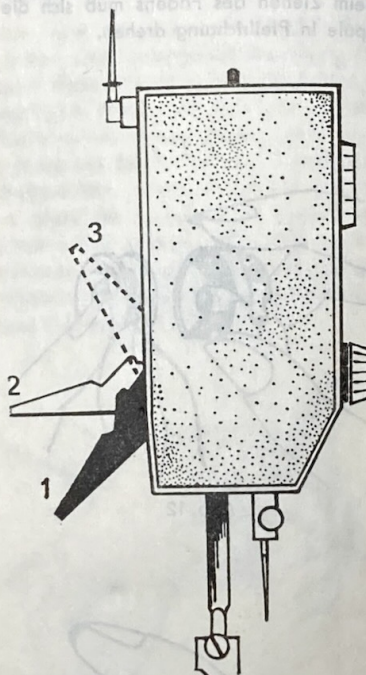

Abb. 17
15. Heraufholen des Unterfadens (Abb. 17, 18, 19 und 20)
Beim Sticken und Stopfen außerdem zur Schonung des Getriebes den Stichstellerhandgriff 24 auf 0 und den Lüfterhebel 30 auf 2 (Abb. 17) einstellen.